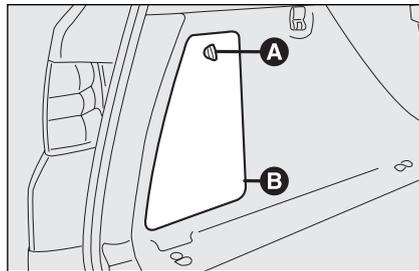

fig. 63
- tourner la poignée **A-fig. 63** de manière à ouvrir le volet **B**;